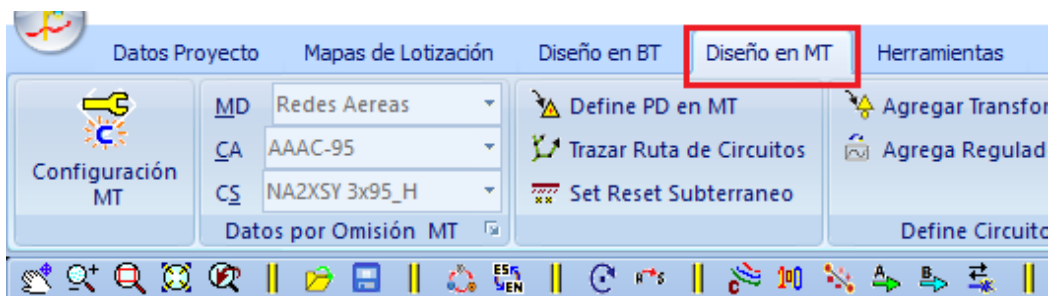

Fig. 3.1
1. Análogamente al caso anterior, elegiremos el menú **Diseño en MT**. (Ver Fig. 3.1)